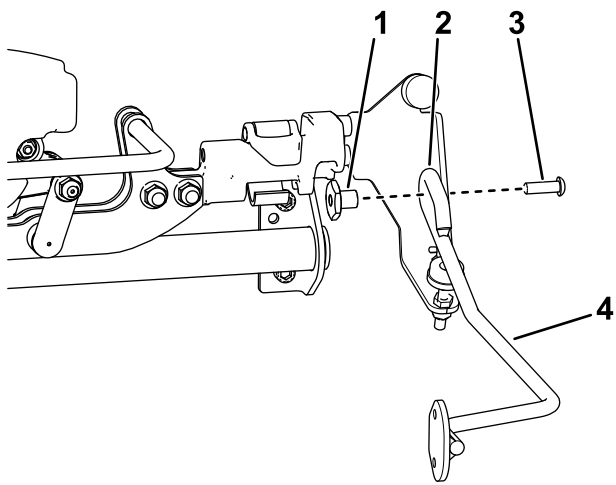

Figur 5
3. Monter en gummistødsklods på begge børstebeslag med en låsemøtrik (1/4") som vist i Figur 5.
4. Sæt en højdejusteringsskruer i begge børstebeslag som vist i Figur 5.